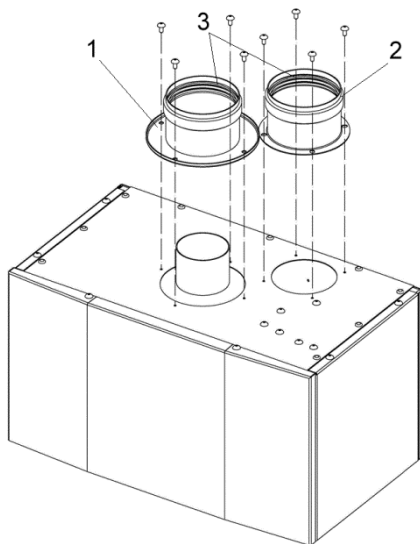

Рис. 12. Установка фланцев для подключения отдельного дымохода.
- установить во фланцы $\varnothing 80$ мм (поз. 1 и 2 рис. 12) уплотнения $\varnothing 80$ мм (поз. 3 рис.12), если не установлены;
- установить фланец отвода продуктов сгорания $\varnothing 80$ мм (поз.1 рис.12) на место фланца $\varnothing 100$ мм и закрепить при помощи штатных саморезов;
- установить фланец подачи воздуха $\varnothing 80$ мм (поз. 2 рис. 12) на место снятой заглушки и закрепить при помощи штатных саморезов.